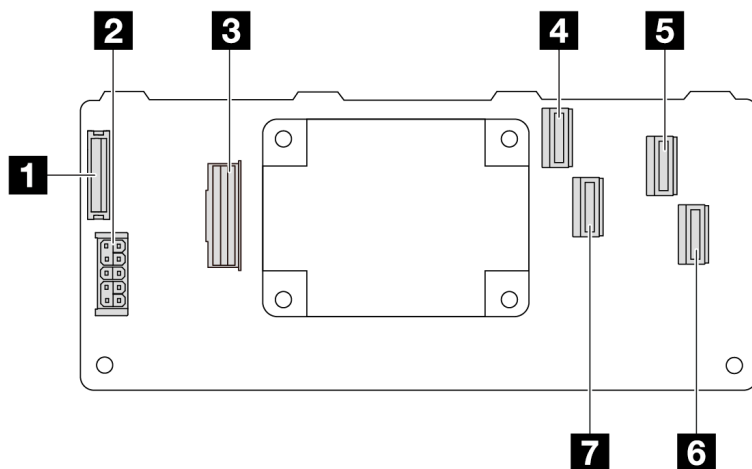

Figura 299. Um adaptador RAID Gen 3 16i CFF (quatro conectores de porta)
- Figura 299 "Um adaptador RAID Gen 3 16i CFF (quatro conectores de porta)" na página 296